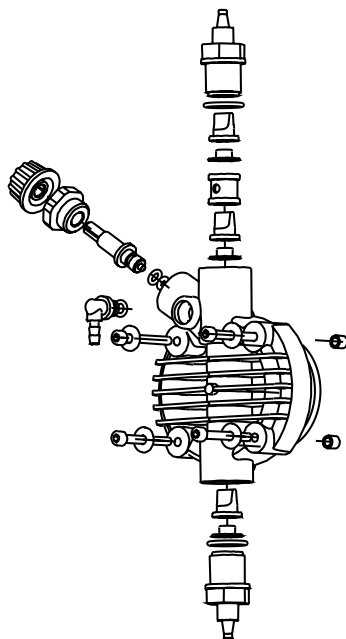

Fig. 11
2. Revise el funcionamiento de la bomba al menos cada 6 meses, así como la posición de los tornillos y de las juntas de impermeabilización. El control debe ser efectuado con más frecuencia en líquidos agresivos, prestando especial atención en la concentración de aditivo en la instalación. Su reducción podría ser debida al desgaste de las válvulas (en tal caso se deben sustituir siguiendo los pasos de la Fig.11) o al atasco del filtro, que se debe limpiar como se indica en el punto 3.